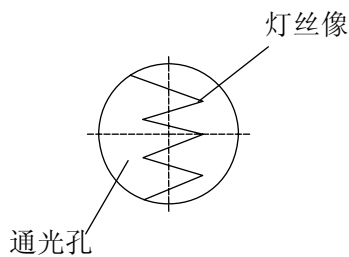

图 11
- c. 白纸上会出现灯丝的像，如果灯丝的像没有对中，关小孔径光栏，调节灯泡竖直方向调节旋钮和灯泡横向调节旋钮使灯丝像对中，直到获得清晰的灯丝像为止，见图 11。